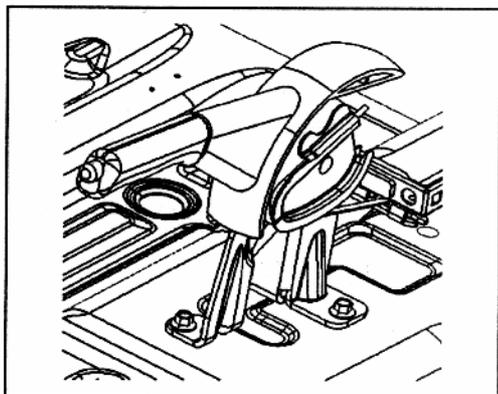

Рис. 632
- 2) Отрегулируйте ручку управления стояночным тормозом (Рис. 632).